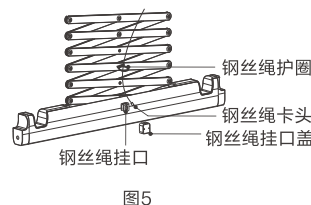

图5
2. 如图5, 将钢丝绳穿过钢丝绳护圈, 再将圆锌头套入钢丝绳挂口的卡孔内, 并用钢丝绳挂口盖卡住。